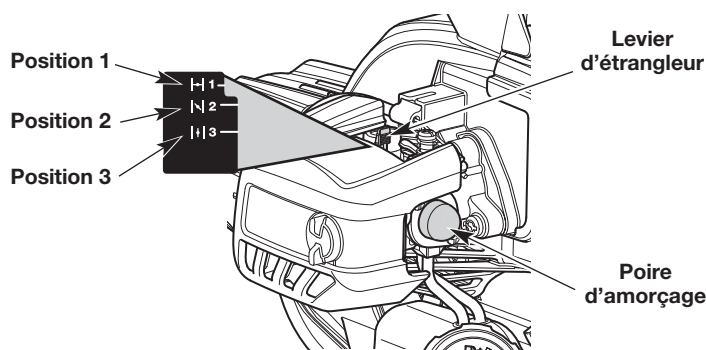

Fig. 11
3. Lentement, pressez puis relâchez **10 fois** de suite la poire d'amorçage (Fig. 11). Si vous ne voyez pas de carburant dans la poire d'amorçage, pressez et relâchez la poire jusqu'à ce que du carburant soit visible.
4. Mettez le levier d'étrangleur en **Position 1** (Fig. 11).
7. Continuez à appuyer sur le verrouillage de la manette des gaz et maintenir la manette des gaz. Mettez le levier d'étrangleur en **Position 2** (Fig. 11).
10. Continuez à appuyer sur le verrouillage de la manette des gaz et maintenir la manette des gaz. Mettez le levier d'étrangleur en **Position 3** (Fig. 11) et continuez à faire chauffer le moteur pendant 60 secondes de plus. L'appareil peut être utilisé pendant ce temps.
Si... le moteur a des à-coups, remettez le levier d'étrangleur en **Position 2** (Fig. 11) et continuez à chauffer le moteur.